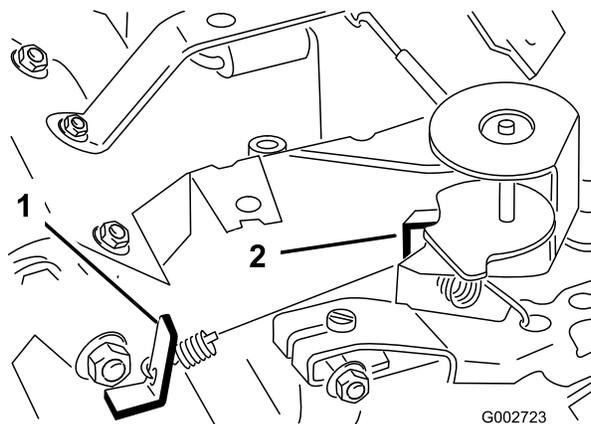

Figure 29
- Courbez la languette d'ancrage du ressort de ralenti réglé (Figure 29) pour obtenir un régime de ralenti de 1750 ± 50 tr/min. Vérifiez le régime avec un compte-tours.
haut régime (Figure 29) pour obtenir un haut régime de 3150 ± 50 tr/min.